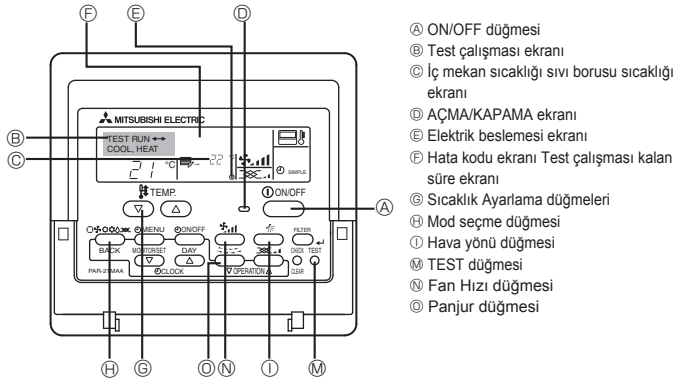
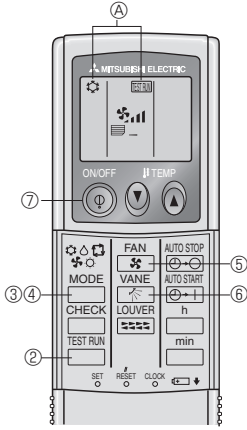

Fig. 7-1
Fig. 7-2
7.2.1. Kablolu uzaktan kumanda kullanarak (Fig. 7-1)
- ① Elektrik şalterini çalıştırma denemesinden en az 12 saat önce açın.
- ② [TEST] düğmesine iki kere basın. ➡ "TEST RUN" LCD ekranı
- ③ [Mode selection] (mod seçimi) düğmesine basın ve soğutma (ya da ısıtma) moduna geçin. ➡ Dışarıya soğuk (veya sıcak) hava üşendiğinden emin olun.
- ④ [Fan speed] (rüzgar hızı) düğmesine basın. ➡ Rüzgar hızının devreye girdiğinden emin olun.
- ⑤ [Air direction] (Hava yönü) düğmesine veya [Louver] (Panjur) düğmesine basın. ➡ pervane ya da panjurun çalışmasını kontrol edin.
- ⑥ Dış ünite fanının çalışmasını kontrol edin.
- ⑦ [ON/OFF] (açma/kapatma) düğmesine basarak çalıştırma denemesini kaldıracak. ➡ Durdur
- ⑧ Bir telefon numarası kaydedin.
7.2.2. Kablosuz uzaktan kumanda kullanarak (Fig. 7-2)
- ① Çalışma testinden en az 12 saat önce üniteye güç verin.
- ② [TEST RUN] (kontrol) düğmesine iki kere sürekli olarak basın. (Bu işlemi uzaktan kumanda durum göstergesi kapalı durumdayken başlatın.)